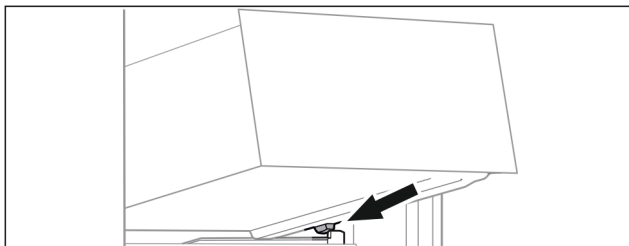

Fig. 69
- ▶ Schubfach schräg hinter den Stoppern auf Behälterrippe aufsetzen. (siehe Fig. 69)